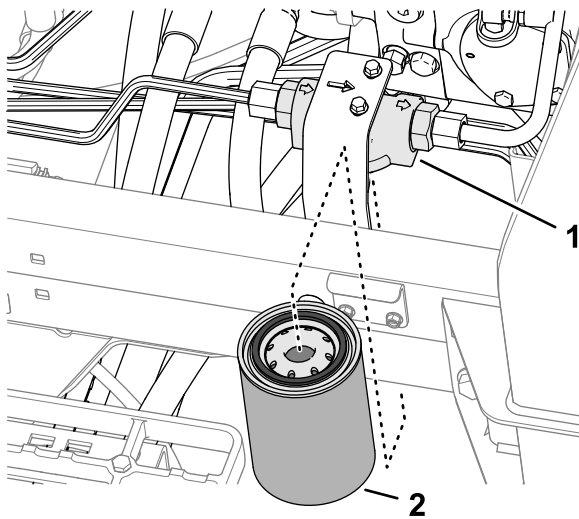

Bild 150
3. Legen Sie auf der linken Seite der Maschine eine Auffangwanne unter den Ladefilter (**Bild 150**).